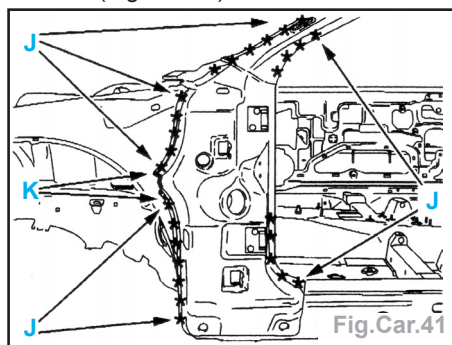

Fig.Car.41
- Découper par fraisage des points suivant **J** (Fig.Car.41).